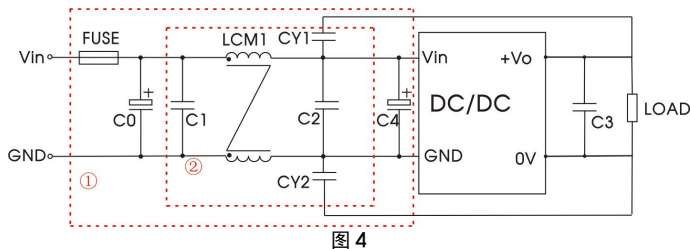

图 4
注：图 4 中第①部分用于 EMC 测试；第②部分用于 EMI 滤波，可依据需求选择。